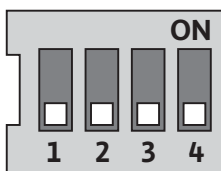

Fig. 26: Interruttori DIP
Gli interruttori DIP (fig. 9, pos. 6/fig. 26) si trovano sotto la copertura del corpo.